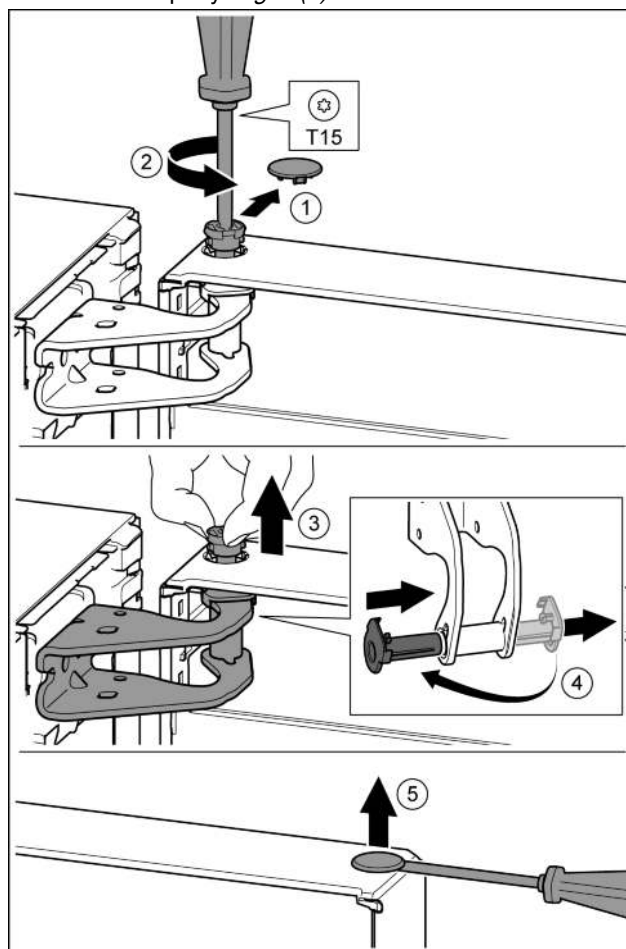

Fig. 10
- Осторожно снять предохранительную крышку. Fig. 10 (1)
- Немного выкрутить палец отверткой T15. Fig. 10 (2)
- Удерживать дверь и вытянуть палец рукой. Fig. 10 (3)
- Опорную втулку вывести из направляющей. Установить и зафиксировать с другой стороны. Fig. 10 (4)
- Осторожно приподнять шлицевой отверткой заглушку из опорной втулки двери и вынуть. Fig. 10 (5)